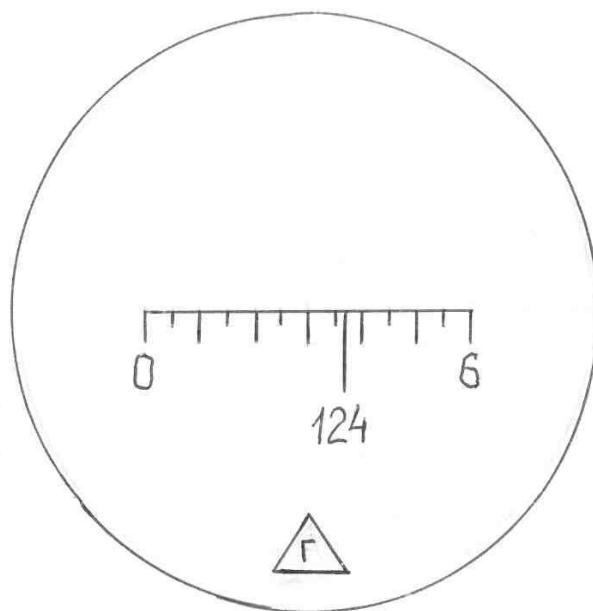

Рис.3
Изображение штрихов и цифр обеих кругов передаются в поле зрения отсчетного микроскопа, окуляр (4) которого устанавливается по глазу до появления четкого изображения шкал вращением диоптрийного кольца микроскопа. Отсчет по кругам производится по соответствующим шкалам микроскопа (В – вертикальная, Г – горизонтальная). Пример отсчета по шкале горизонтального круга (лимба) приводится на рис.3. Отсчет берется
следующим образом. Количество градусов соответствует надписи штриха лимба, который проектируется на шкалу. А количество минут определяется как дуга от нулевого деления шкалы до градусного штриха лимба. При этом нужно помнить, что цена деления шкалы равна 5 минутам. На рис. 3 отсчет равен $124^{\circ}37'$.